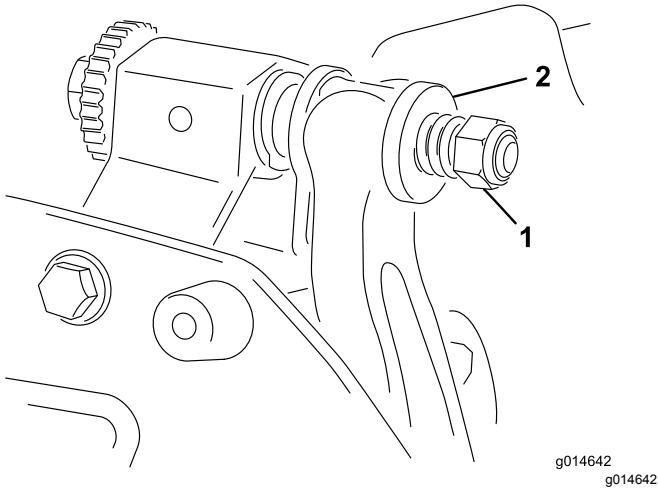

図 21
- スプリングがつぶれるまでテンションナットを締め、そこから半回転戻す(図 21)。